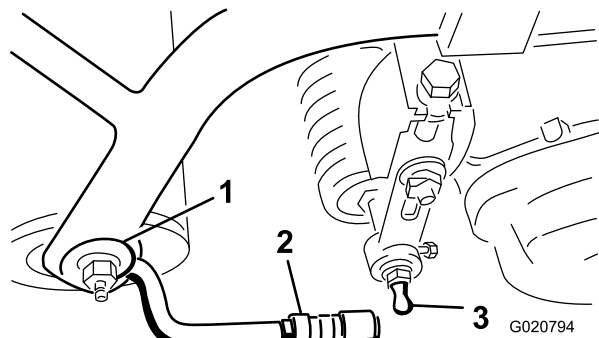

Figure 8
3. Repoussez le manchon sur chaque douille de rotule et accrochez la douille sur la rotule du plateau de coupe. Relâchez la gaine pour qu'elle vienne recouvrir le goujon et solidarise les ensembles (Figure 8).